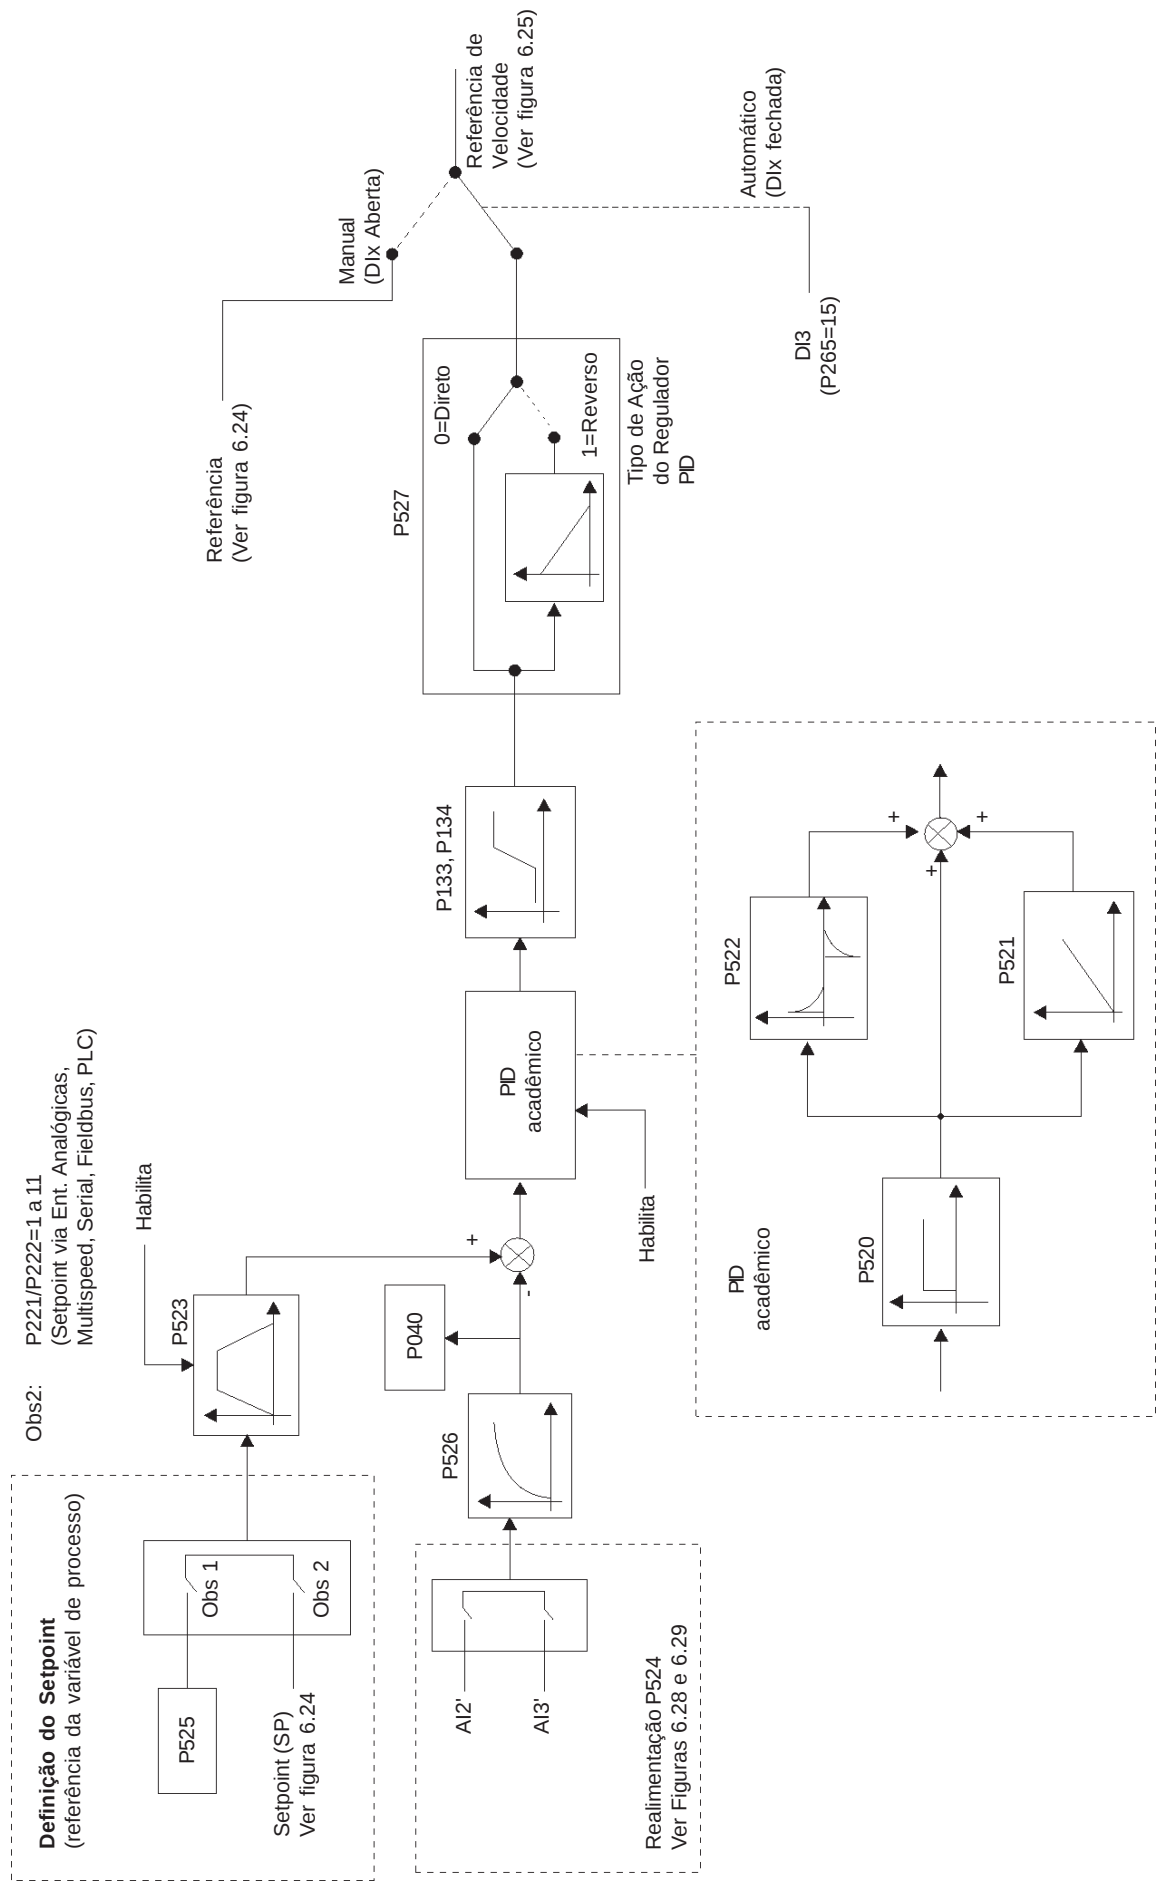

Figura 6.43 - Blocodiagrama da função Regulador PID Acadêmico
- ☑ A figura 6.43 apresenta o bloco de diagrama do regulador PID Acadêmico.